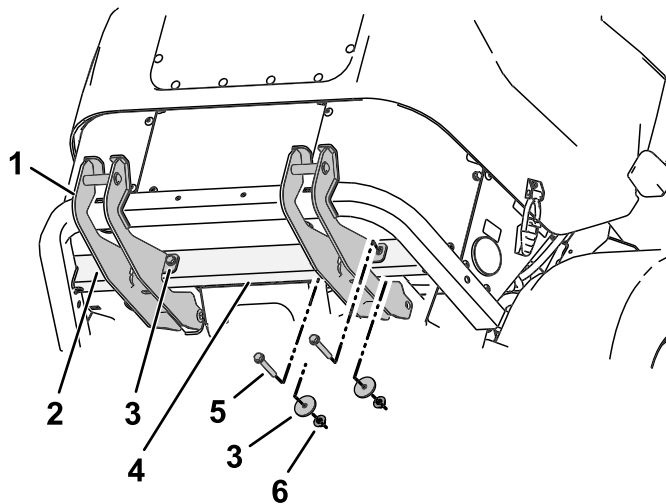

Figura 12
1. Instale provisionalmente un soporte de montaje inferior en los lados izquierdo y derecho del tubo transversal del parachoques trasero (Figura 12).
2. Alinee los taladros de montaje e instale provisionalmente los soportes con 2 pernos ($\frac{3}{8}$ " x $2\frac{1}{2}$ "), 2 arandelas gruesas y 2 contratuercas ($\frac{3}{8}$ "), como se muestra en la Figura 12.
Nota: No se instala una arandela gruesa en el exterior del lado izquierdo (Figura 12).